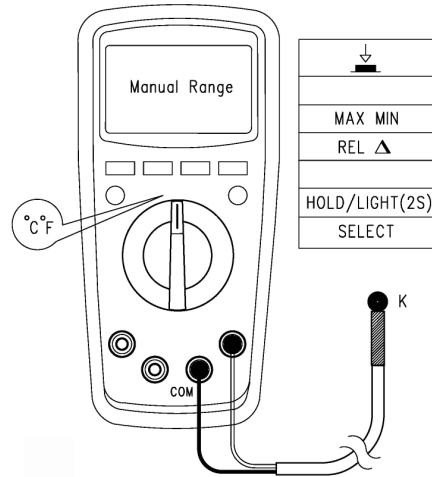

Рисунок 9
**9.7. Измерение температуры (доступно только в модели UT139C) (см. рисунок 9)**